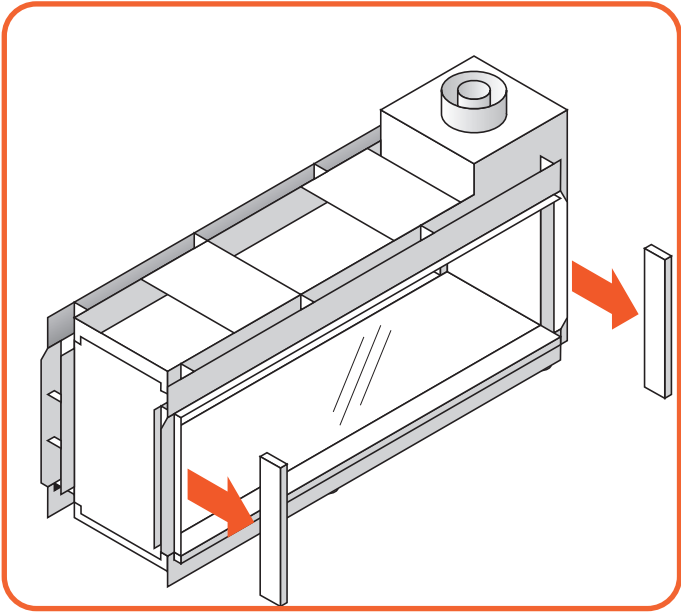

Abb. 9.9 Abnehmen der Seitenverkleidung
- Entfernen Sie beide Seitenverkleidungen. Sie werden durch magnetische Clips gehalten (Abbildung 9.9).